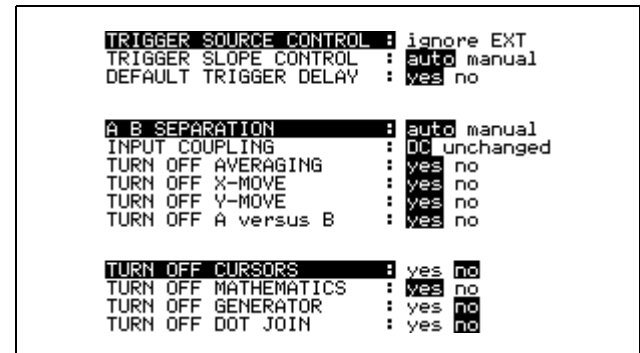

Abbildung 6-13 Fenster der kontinuierlichen Auto-Set-Funktion
1. Drücken Sie die Taste  (MORE OPTIONS) im Menü "User Options" und betätigen Sie die Tasten , um AUTO SET aufzuheben. Drücken Sie , um das Fenster zu öffnen (siehe Abbildung 6-13).